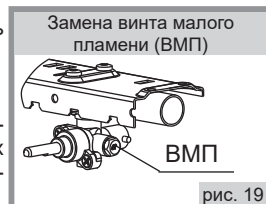

рис. 19
21.2. Проведение замены винтов малого пламени (ВМП) в кранах горелок стола (рис. 19):